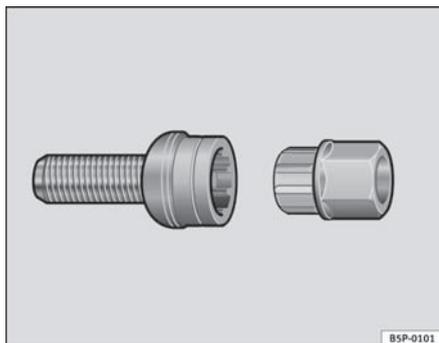

Fig. 170 Viti antifurto
- Innestare l'adattatore nella vite antifurto, spingendolo fino in fondo ⇒ fig. 170.